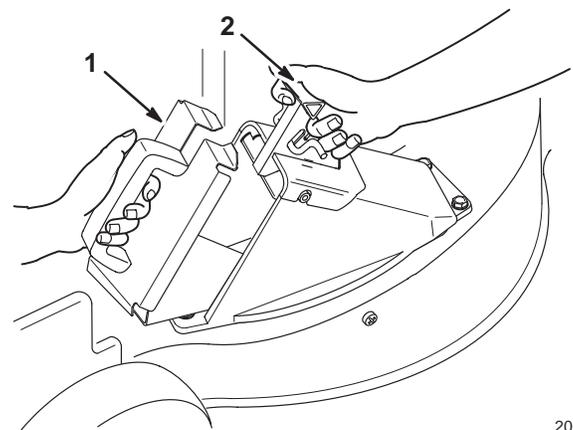

Figure 32
3. Tirer la poignée du volet d'éjection vers l'arrière pour ouvrir le volet (Fig. 32).